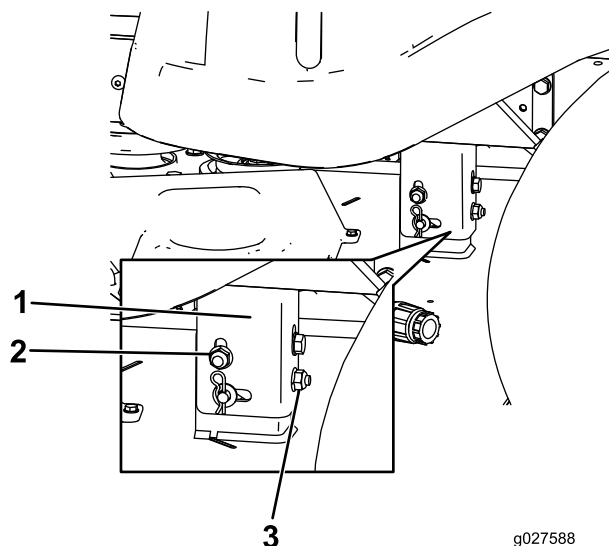

Figura 71
8. Eleve o baje el lado izquierdo de la carcasa de corte girando la tuerca trasera (Figura 71).
Nota: Gire la tuerca trasera en sentido horario para elevar la carcasa de corte; gire la tuerca trasera en sentido antihorario para bajar la carcasa de corte (Figura 71).